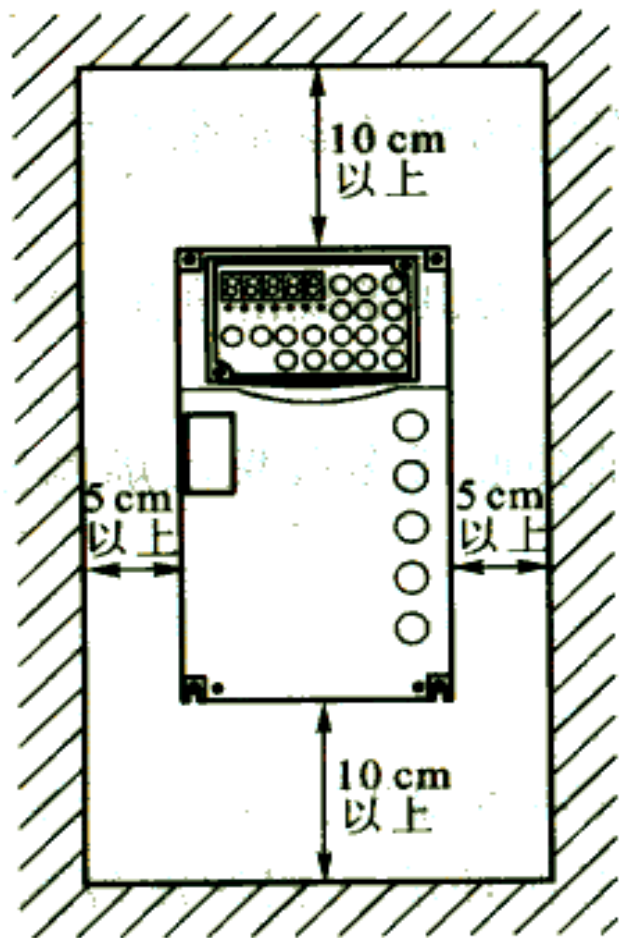

图1 墙挂式安装
1. 墙挂式安装：用螺栓垂直安装在坚固的物体上。正面是变频器文字键盘，请勿上下颠倒或平放安装。周围要留有一定空间，上下10cm以上，左右5cm以上。因变频器在运行过程中会产生热量，必需保持冷风畅通，如图1所示。